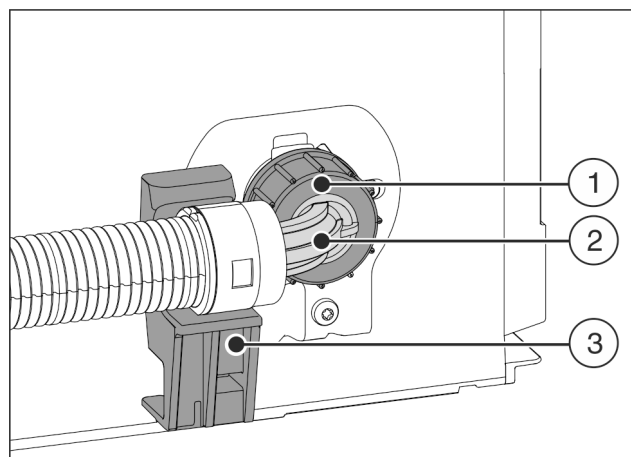

Fig. 23
- ▶ Helyezze a hajlított tömlővéget Fig. 23 (2) vízszintesen a tartóhoz Fig. 23 (3), és rögzítse.
- ▶ Csavarja rá kézzel az anyát Fig. 23 (1) a menetre, amíg az biztonságosan és szorosan nem illeszkedik.